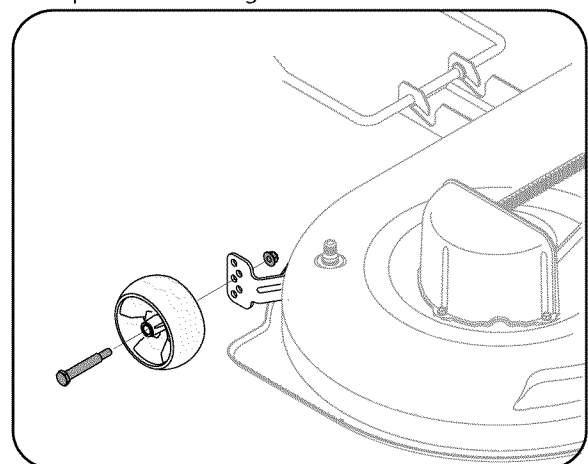

Figura 6-8
- Extraiga la tuerca de seguridad bridada hexagonal y el perno con reborde que sujetan una de las ruedas esféricas delanteras a la ménsula divisora del frente. Reposicione la rueda esférica para alinearla con uno de los cinco orificios de posicionamiento que colocan a la rueda $\frac{1}{4}$ " a $\frac{1}{2}$ " por encima del suelo. Sujete la rueda esférica a la ménsula divisora con el perno con reborde y la tuerca de seguridad bridada. Tome nota del orificio de posicionamiento utilizado y sujete la otra rueda esférica en la misma posición. Vea la Figura 6-8.